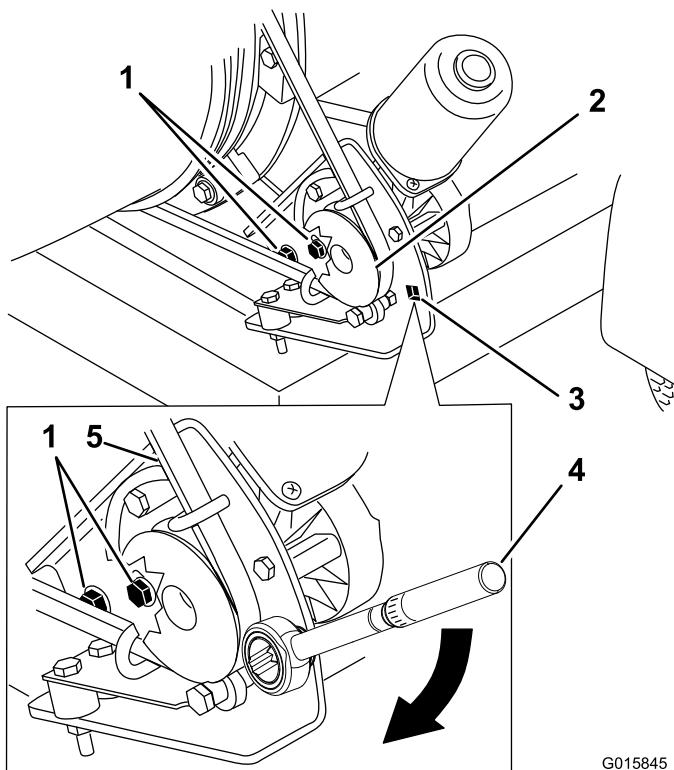

图25
1. 拧开将皮带轮安装支架固定到吹风机机架上的螺栓（图25）。
2. 将扭矩扳手放入皮带轮安装支架（图25）。
3. 将皮带轮安装支架转离出风管，直至扭矩扳手读数为 22.6~26.0 N·m（图25）。